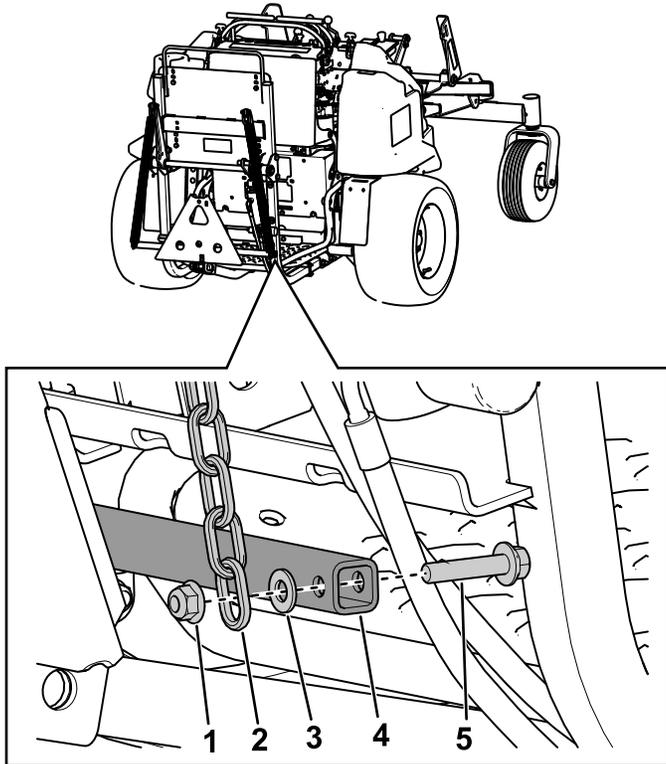

図 10
2. 後昇降用の長いチェーンの下部を昇降フレームの下にあるハンガーチューブに接続するフランジヘッドボルト3/8 x 1 3/4"、ワッシャ2/5"、フランジロックナット3/8"を使用して 図 10 のように取り付ける。